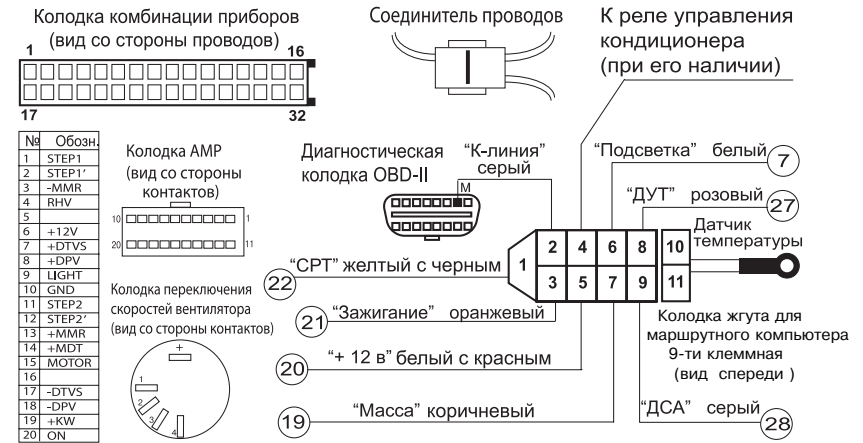

Рис. 1 Подключение прибора
4.4.3. Пропустить провод "К-линии" к диагностической колодке, которая находится под рулевой колонкой с правой стороны, и подсоединить его к гнезду "М" (рис. 1).
4.4.4. Соединителями проводов (входят в комплект) подключить провода жгута прибора к проводам жгута колодки комбинации приборов в соответствии с их нумерацией (рис. 1).